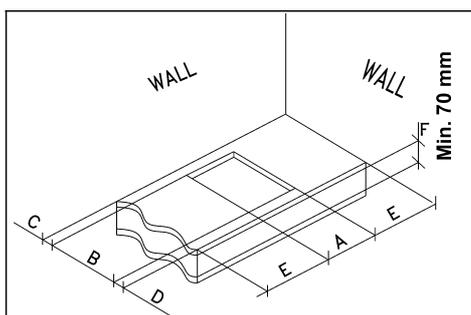
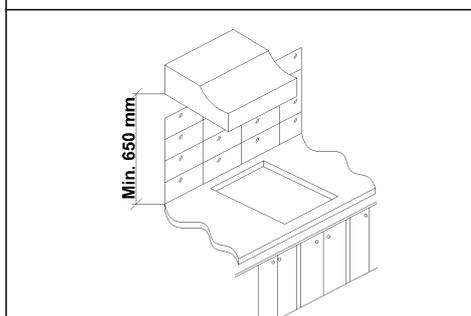

FIG. 3
FIG. 4
Si deve praticare nel piano del mobile componibile, una apertura per l'incasso delle dimensioni indicate nella fig. 3, assicurandosi che siano rispettate le dimensioni critiche dello spazio nel quale l'apparecchio deve essere installato (vedi fig. 4).
Se una cappa aspirante è installata sopra il piano cottura, fare riferimento alla distanza minima specificata dal costruttore della cappa (fig. 4).
- Poiché il carter del piano cottura potrebbe surriscaldarsi per effetto di un uso prolungato, si rende necessario l'inserimento di un piano di separazione in legno, bloccato da viti, che deve essere installato sotto il piano ad una distanza minima di 70 mm dal top, come indicato fig.3.